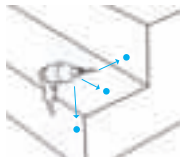

Fig. 1
- Des exemples d'emplacements appropriés sont illustrés à la figure 1.